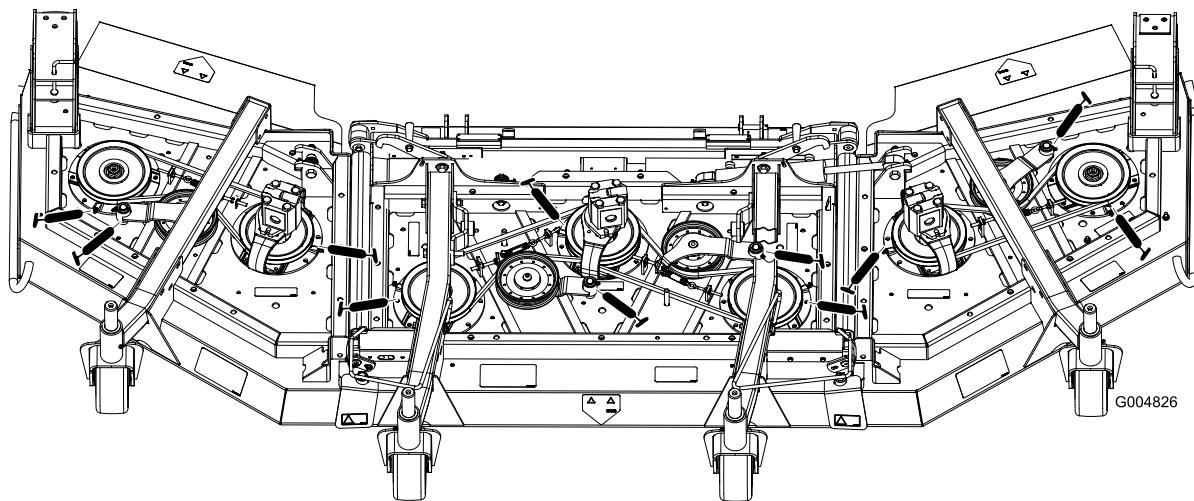

Figura 40
- Três rolamentos do eixo - localizados debaixo da polia (Figura 40)
- Casquilhos da articulação do braço intermédio (Figura 40)